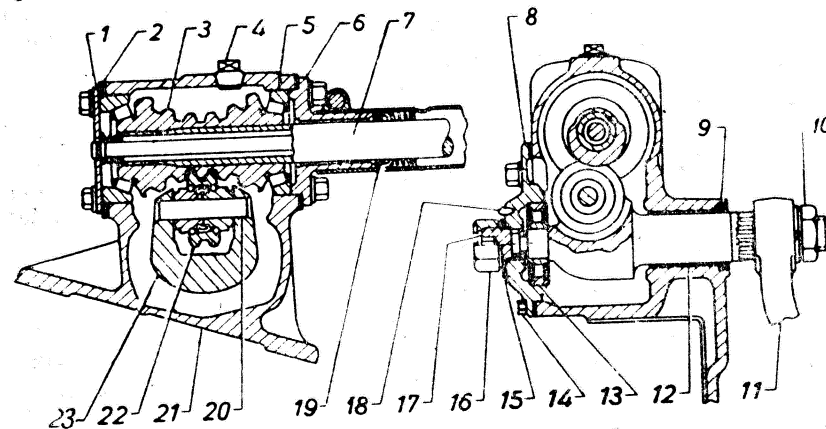

Рис. 35. Рулевой механизм.
- 4) отверните колпачковую гайку 16 (рис. 35) рулевого механизма и снимите стопорную шайбу 15;